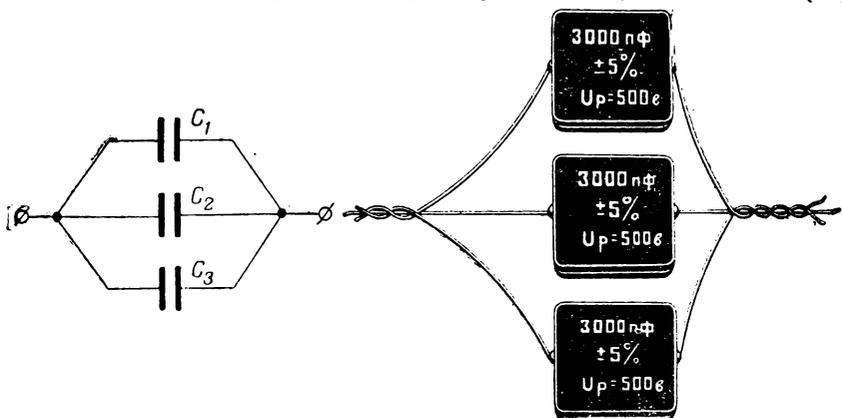

Рис. 155. Параллельное соединение конденсаторов
**При параллельном соединении конденсаторов (рис. 155) общая емкость их увеличивается по сравнению с емкостью каждого**